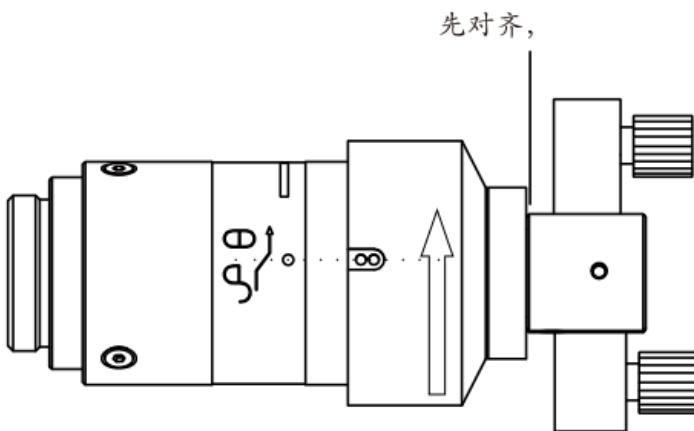

图9
6. 插到底后，将转动套上的两个红色标志，按图9方向旋转与白色标志框对齐；